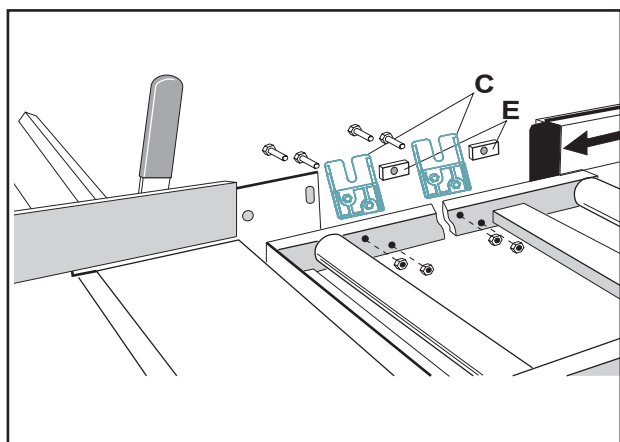

Fig. 3
- Låshandtaget skruvas in i muttern under bordsplattan och låses med spärrmuttern (fig 3).
- Montera fästbrakett C och låsehandelen med mutter E till rullbordet (fig. 3).